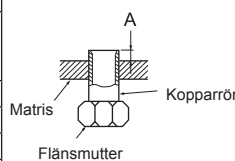

Bild. 5
- För in dräneringsslangen helt ned i botten på dräneringsträget (slutkoppling). (Bild 5)